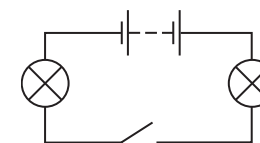

Fig. 1
1. Treceți schema circuitului electric (fig. 1) în caiet. Indicați pe schemă, unde poate fi conectat ampermetrul, pentru a măsura intensitatea curentului în becuri. Cu semnele «+» și «-» notați polaritatea bornelor ampermetrului.